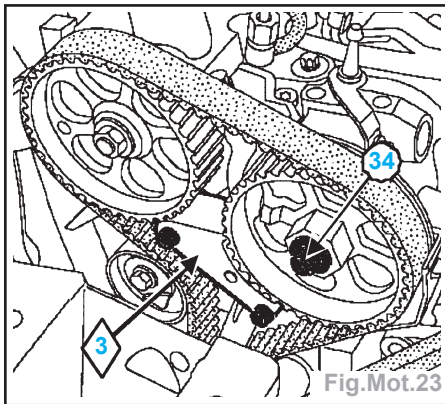
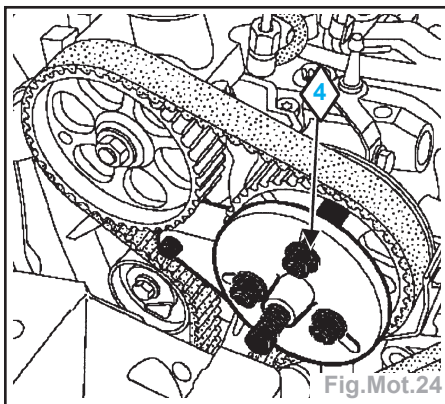

Fig.Mot.23
Fig.Mot.24
- Mettre en place l'outil **Mot.1606** (immobilisateur de poulie) (3) (Fig.Mot.23).
- Déposer l'écrou (34) de poulie de pompe haute pression en maintenant la poulie à l'aide d'une clé plate.
- Mettre en place l'outil **Mot.1525** (4) (extracteur) muni de l'outil **Mot.1525-02** (Fig.Mot.24).